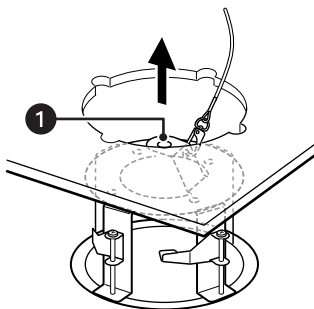

Figura 14. Instalando o suporte de montagem
5. Insira o suporte de montagem no orifício do teto e, então, insira o primeiro chumbador no orifício de montagem do suporte de montagem (consulte a Figura 14).